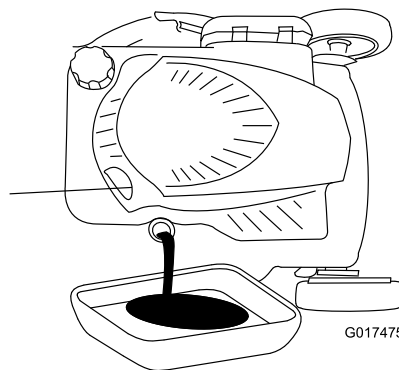

Figure 32
3. Inclinez la machine sur le côté (jauge en bas) pour vidanger l'huile usagée par le goulot de remplissage (Figure 32).